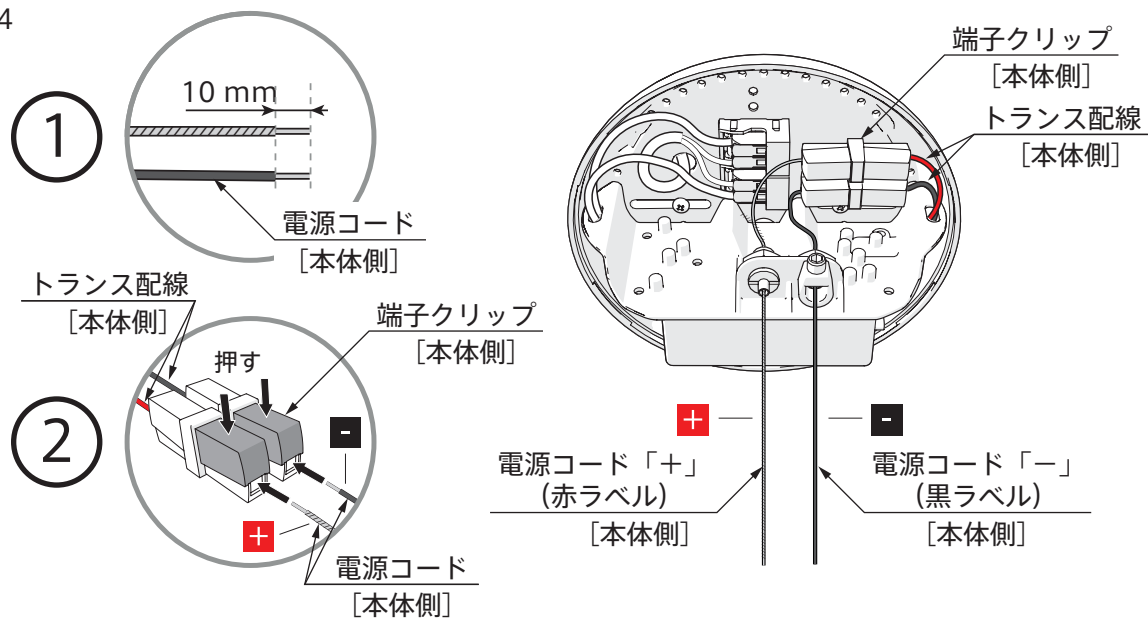

図 15
15. カバーキャップ下部を押し上げて、カバーキャップ上部にはめ込みます。（図15）